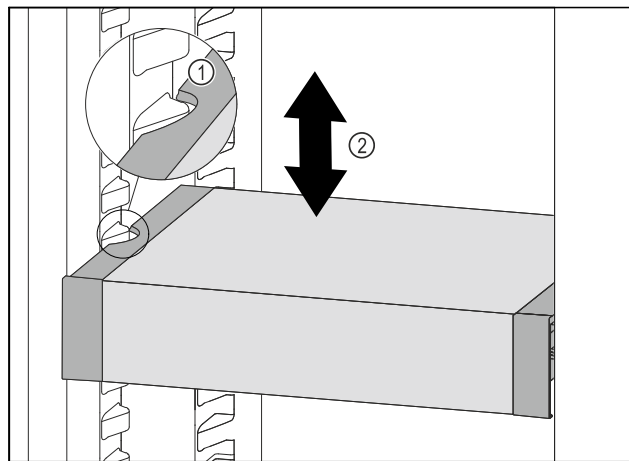

Fig. 109
- ▶ Táhněte VarioSafe dopředu, dokud nebudou boční vybrání VarioSafe na úrovni žebrování na nádoby v chladničce. Fig. 109 (1)
- ▶ Posouvejte VarioSafe v chladničce nahoru nebo dolů, dokud nedosáhnete požadované výšky. Fig. 109 (2)